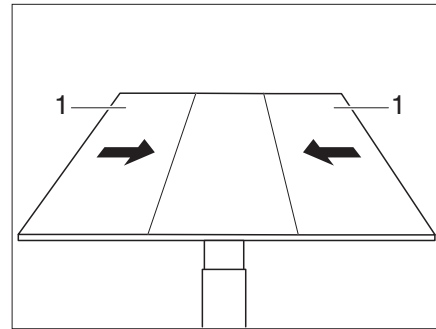

Bild 100 Seitenteile auf Mittelteil schieben
- Die Außenteile (Bild 100,1) des Tisches auf das Mittelteil schieben.